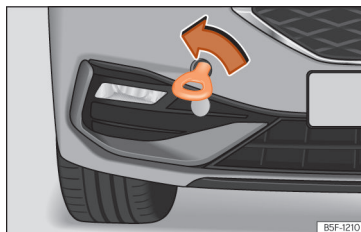

Abb. 212 Vorderer Stoßfänger rechts: Eingeschraubte Abschleppöse
- Drehen Sie die Abschleppöse **entgegen dem Uhrzeigersinn** so fest wie möglich in die Aufnahme »» (Abb. 212) , »» ⓘ. Verwenden Sie ein geeignetes Hilfsmittel, um die Abschleppöse festzuziehen.